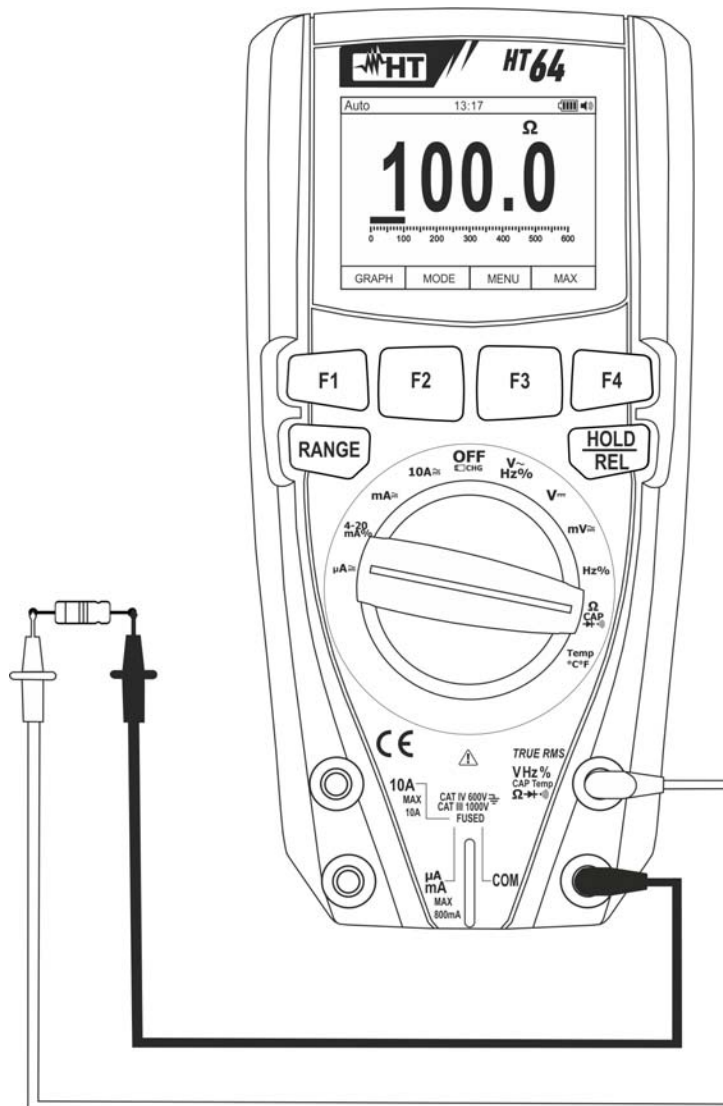

Fig. 25: Utilisation de l'instrument pour mesure de résistance et test de continuité
3. Positionner les embouts sur les points désirés du circuit sous test (voir Fig. 25). La valeur de résistance est visualisée à l'écran.